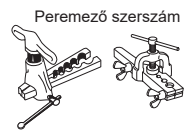

Fig. 4
- Az elvezető csövek elvezetésekor ügyeljen arra, hogy az elvezető tömlő elvezetése (1) az ábrának megfelelően történjen. (Fig. 4)
- 4) Peremezés (Fig. 4, 5). Tartsa meg szilárdan a rézcsövet a táblázatban jelzett méretnél. Válassza ki az A mm értéket a táblázatból a szerszám szerint, amit használ.